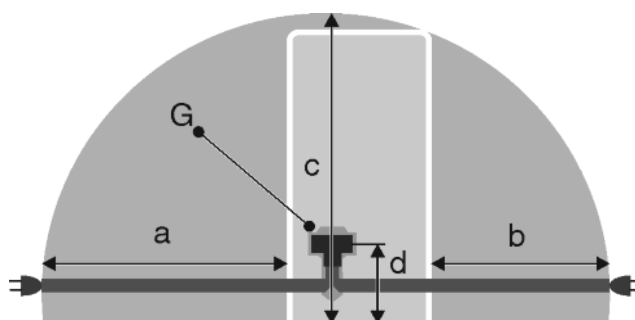

Fig. 25
- La prise de courant est en dehors de la zone postérieure de l'appareil dans la zone concernée. *Fig. 25 (a, b, c)*
- Introduire la fiche de l'appareil *Fig. 25 (G)* au dos de l'appareil. Veiller à ce qu'elle s'introduise correctement.